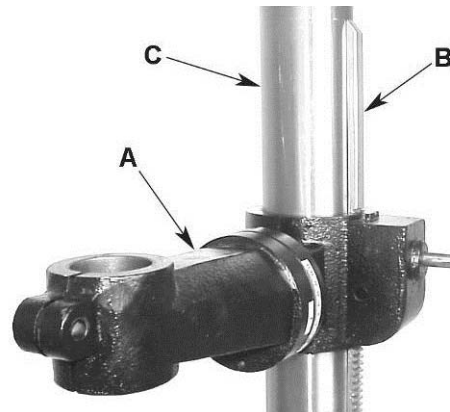

Figura 2
1. Quite la envoltura y separe el *aro de la cremallera* (D) y la *cremallera* (B) de la *columna* (C).
2. Instale el soporte de la mesa (A) junto con la cremallera (B) como se ilustra en la Figura 2.